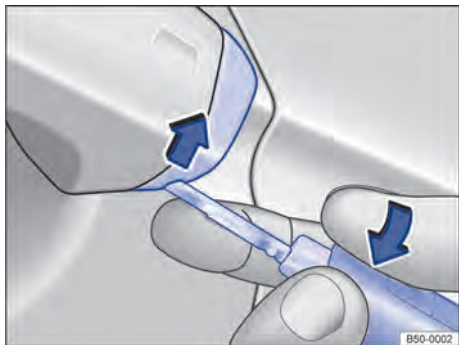

Fig. 54 Manilla de la puerta del conductor: levantar la caperuza.
- Levantar la cubierta con la llave del vehículo en el sentido de la flecha → fig. 54.